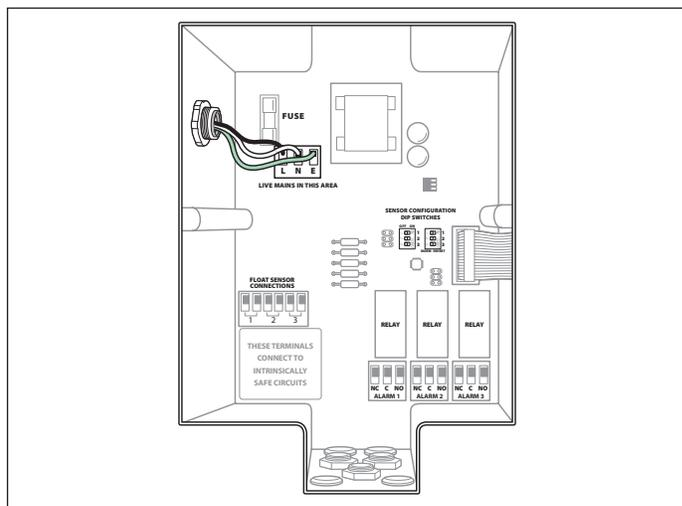

Figura 20-4
2. Conecte los cables de alimentación a las terminales de la red. (Figura 20-4)